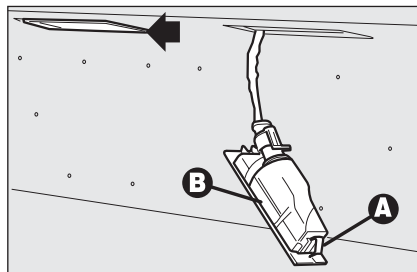

fig. 40
- ☐ con un destornillador de punta plana y cubierto con un paño suave, intervenga en el dispositivo **A-fig. 40** para sacar el grupo **B**;